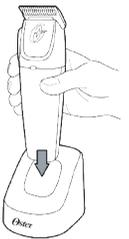

Figura 1
3. Asegúrese de que el interruptor de la unidad está en la posición «OFF» (0).
5. Inserte la recortadora en la base de carga de forma que la parte superior de la unidad esté orientada hacia usted y los contactos de la recortadora estén alineados con los contactos de la base de carga. La parte superior de la unidad es donde se encuentra el interruptor (Figura 1).